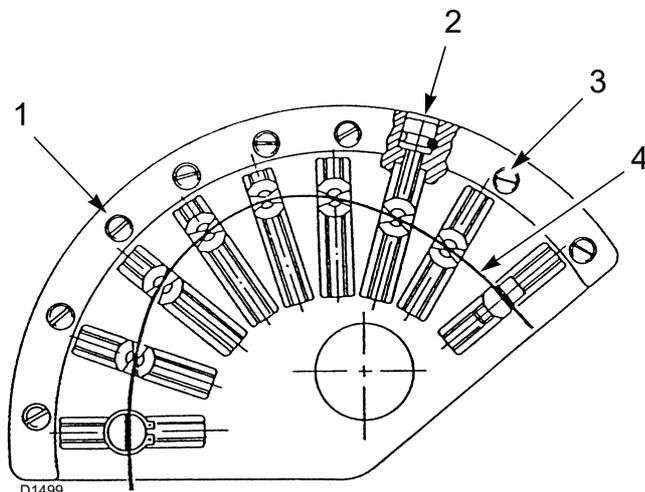

Fig. 33
- Regular el caudal de aire mediante la regulación de la leva de perfil variable utilizando los tornillos 2)(Fig. 33)(leva 1 Fig. 35).
- Una vez que se logró una regulación óptima, recordar bloquear los tornillos de regulación de los perfiles de las levas mediante los tornillos 3)(Fig. 33).
Para una mejor repetibilidad de regulación, tome la precaución de parar la rotación del grupo levas cuando el cojinete superior que se desliza por el perfil 4)(Fig. 33) se encuentre alineado con uno de los tornillos de regulación 2)(Fig. 33).
Enroscar o desenroscar el tornillo 2)(Fig. 33) elegido para aumentar o disminuir el caudal de aire para adecuarlo al correspondiente caudal de gasóleo.
Realizar las regulaciones de las potencias (máxima, mínima e intermedias), es importante bloquear todos los tornillos de regulación del aire 2)(Fig. 33) mediante los tornillos de bloqueo 3)(Fig. 33) para evitar posibles desplazamientos de las posiciones de regulación aire - gasóleo.
Leyenda (Fig. 33)